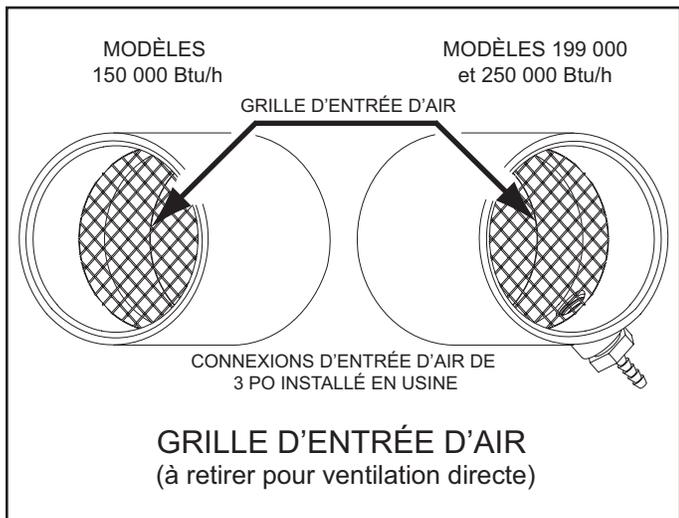

Figure 19
- S'assurer que la grille d'entrée d'air sur la connexion d'entrée d'air au chauffe-eau est retiré avant de connecter le tuyau d'entrée d'air au chauffe-eau. Voir Figure 19.